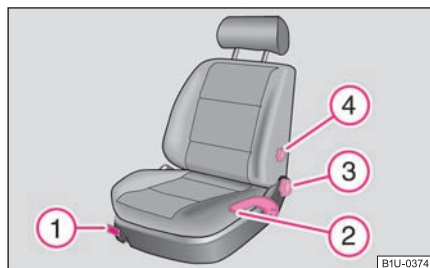

Fig. 59 Elemente de comandă pe scaun
- Se trage maneta ① ⇒ fig. 59 în sus și se deplasează scaunul în poziția dorită.
- Se eliberează maneta ① și se deplasează scaunul mai departe, până când se blochează.
- Depărtați spatele de pe spătar și rotiți roțița ③ ⇒ pagina 60, fig. 59, pentru a regla spătarul scaunului.